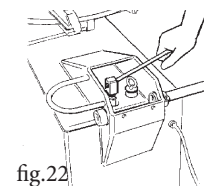
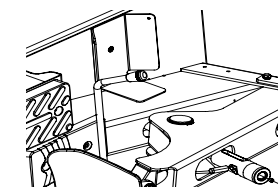

fig.22
fig.27
**ATTENZIONE:** durante l'installazione della macchina accertarsi che il dado sia correttamente avvitato nello stelo del cilindro stallonatore come indicato in figura 22. Un non corretto montaggio pregiudica il funzionamento e costituisce pericolo per l'operatore (fig.27).
**WARNING:** when installing the machine make sure that the nut is correctly fastened in the bead breaking cylinder rod as shown in the figure 22, an incorrect mounting compromises the functioning and represents a danger for the operator (fig.27).
pendant l'installation de la machine s'assurer que l'écrou soit vissé correctement dans la tige du cylindre détalonneur comme indique la figure 22. Un montage incorrect préjuge le fonctionnement et représente un danger pour l'opérateur (fig.27).
Bei der Installation der Maschine sicherstellen, dass die Mutter richtig im Abdrückzylinderschaft eingeschraubt ist, wie in der Abb. 22. Eine unrichtige Montage beeinträchtigt den Betrieb und bringt den Bediener in Gefahr (fig.27).
durante la instalación de la máquina, asegúrese de que la tuerca esté correctamente atornillada al vástago del cilindro destalonador como se indica en la figura 22. Un montaje incorrecto es perjudicial para el funcionamiento y representa un peligro para el operador (fig.27).